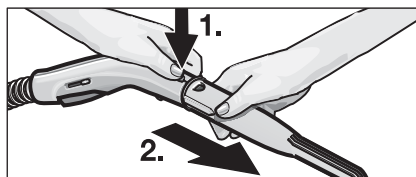

Fig. 2: Desacoplamiento del accesorio
- Para desacoplar el accesorio utilizado, pulse la tecla de desbloqueo (B3 ó F2) y tire de las piezas (véase la fig. 2).